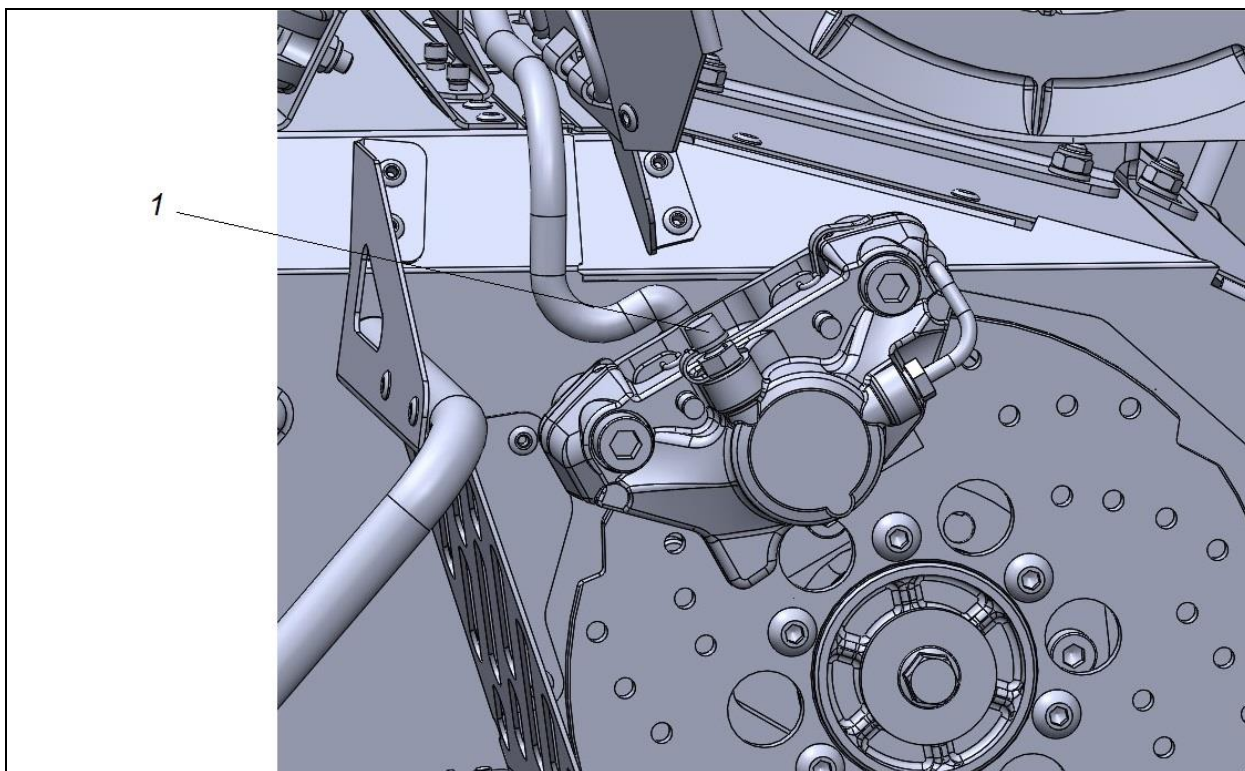

Рисунок 41 – Тормозной суппорт
2. Налейте тормозную жидкость в емкость бачка, наденьте трубку на перепускной штуцер 1 (рисунок 41) тормозного суппорта, свободный конец трубки погрузите в тормозную жидкость, залитую в специальную емкость;